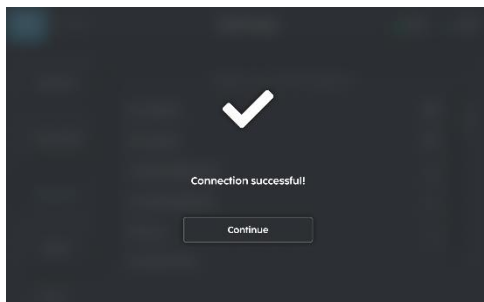

Fig 6
2. Als de verbinding tot stand is gebracht (Fig. 6), is de netwerkwijziging geslaagd.